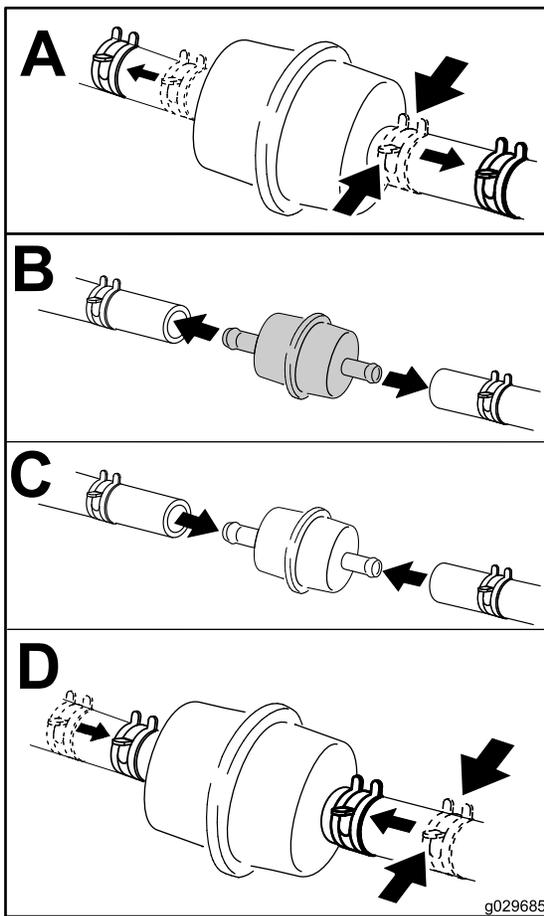

Рисунок 46
5. Замените топливный фильтр (Рисунок 46).